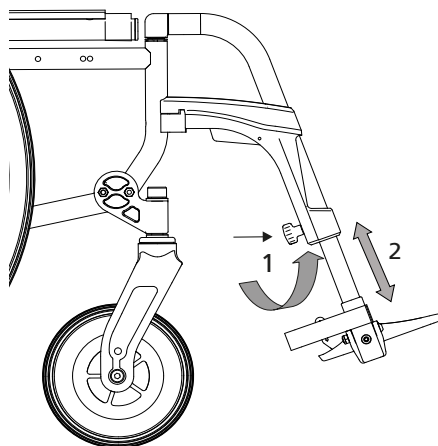

bild 13
1. Lårlängden kan justeras. Lossa skruven ett kvarts varv och dra låsmekanismen bakåt (pil 1 i bild 13).
2. Placera fotstödet i en position som känns rätt och släpp sedan låsmekanismen. Denna återgår då automatiskt till låst läge i närmast möjliga position (pil 2 i bild 13).